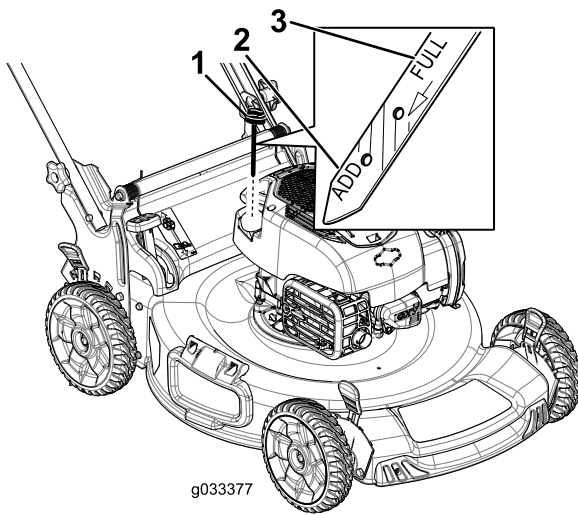

Bild 8
2. Entfernen Sie den Peilstab, indem Sie den Deckel nach links drehen und herausziehen (Bild 8).
7. Lesen Sie den Ölstand am Peilstab ab. (**Bild 8**)